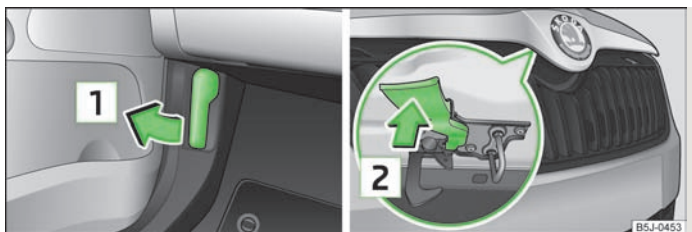

Fig. 116 Levier de déverrouillage pour le capot moteur/la grille de calandre : levier de déverrouillage
[1] » fig. 116.
- Appuyez sur la manette de déverrouillage dans le sens de la flèche [2] » fig. 116, le capot moteur se déverrouille.